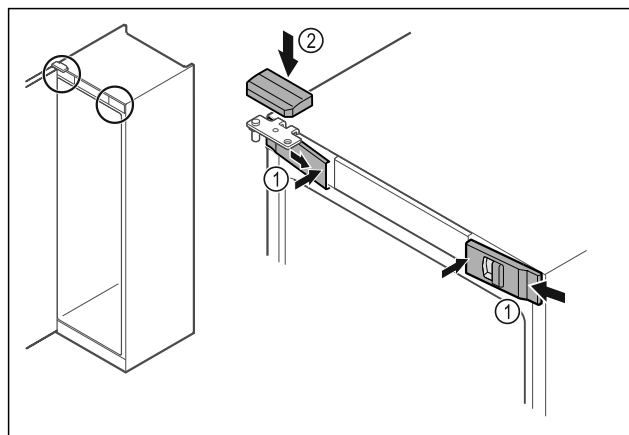

Fig. 48
- Skyv de fremre dekslene Fig. 48 (1) inn på siden, og smekk dem på plass på innsiden.
- Smekk det øvre dekselet Fig. 48 (2) på plass ovenfra.